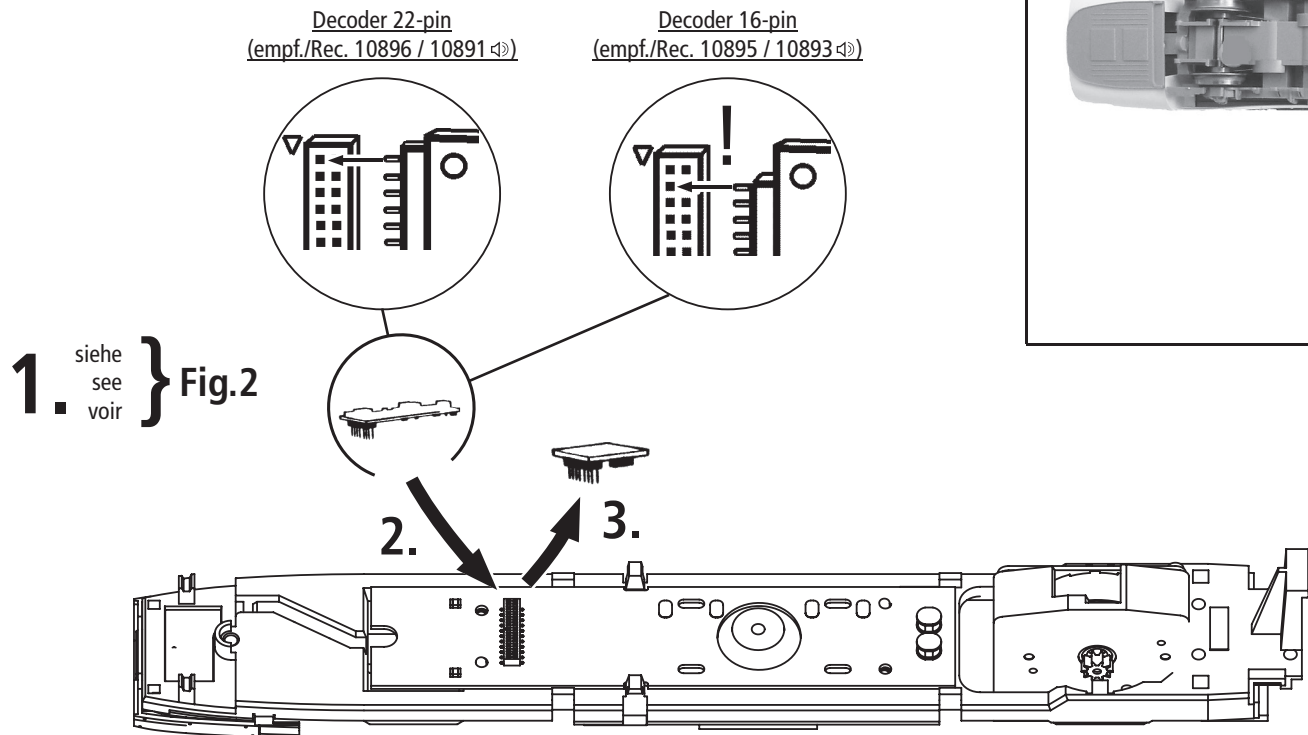

Fig. 7
3. Haftreifenwechsel: Die **Haftreifen** mit einer Nadel od. mit einem feinen Schraubendreher abziehen (Fig. 7). Beim Aufziehen der neuen Haftreifen darauf achten, dass diese sich nicht verdrehen.
3. Change of traction tyre: Remove **traction tyre** using a pin or a fine screwdriver (fig. 7). When pressing on the new traction tyre please **avoid twisting it**.
3. Échange des bandages d'adhérence: L'aide d'une aiguille ou d'un tournevis fin, les bandages d'adhérence (fig. 7). Lors du montage des nouveaux bandages veuillez veiller à ce que les bandages **ne soient pas tordu**.